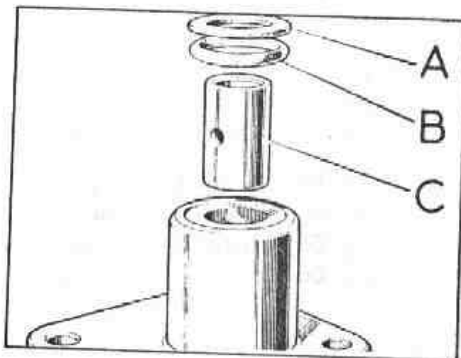

Fig. G-39 Casquillo y retén del eje de la bieleta
- 1.9. Si fuese preciso se quitará la arandela, A (Fig. G-39) y retén de aceite, B, y a presión, se extraerán el casquillo, C, de la caja.
- 3.2. Montar a presión el casquillo del eje sinfín en la caja de engranajes e instalar el retén de aceite y la arandela (Fig. G-39).